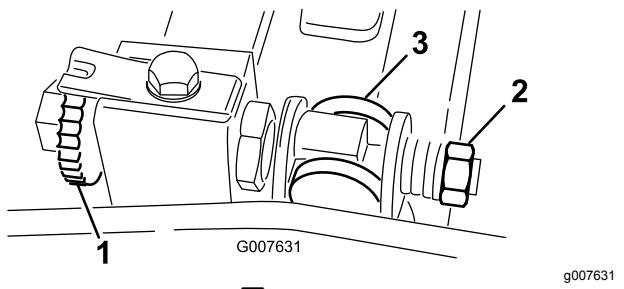

图61
1. 逆时针旋转底刀架调节螺丝将底刀后撤离开滚刀图61。
2. 退出弹簧加压螺母直到垫圈不再对底刀架 图61 施压。